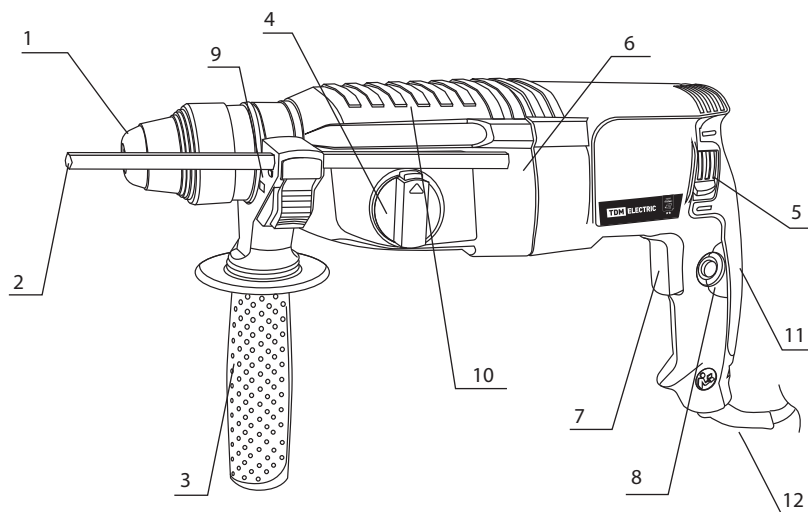

Рисунок 1. Органы управления и индикации
механизму посредством специального подшипника с качающейся наружной обоймой. Рабочий инструмент (бур, пика и др.) устанавливается и фиксируется в патроне SDS-Plus 1 (рисунок 1) с помощью хвостовика специальной формы типа SDS-Plus.
Включение перфоратора осуществляется нажатием на клавишу 7 (рисунок 1) выключателя. Кнопка 8 (рисунок 1) обеспечивает фиксацию выключателя в положении «Включено».
6.3.2. Переключение режимов работы осуществляется с помощью переключателя 4 (рисунок 1). Для выбора режима работы, необходимо нажать на кнопку с торца и повернуть переключатель 4 (рисунок 1).
нения усилия нажатия на клавишу 7 выключателя (рисунок 1). Изменять величину оборотов можно при работающем двигателе.
6.4.2. Перфоратор также имеет возможность изменения направления вращения инструмента на противоположное с помощью переключателя 5 (рисунок 1).
Бур с хвостовиком типа SDS-Plus вставить в отверстие патрона без усилия и слегка провернуть вокруг своей оси так, чтобы шлицы совпали с пазами хвостовика, (инструмент «западет» на 1...2 мм), затем вставить бур до упора. Специальный механизм предотвращает самопроизвольное выпадение бура из патрона. Для удаления бура наружный стакан патрона 1 (рисунок 1) отвести назад до упора, вынуть инструмент.
С помощью ограничителя глубины обработки 2 (рисунок 1) можно установить требуемую глубину сверления. Для этого ослабьте флажок фиксатора, нажав на кнопку 2 (рисунок 1), выставьте требуемый размер обработки (расстояние от вершины сверла/бура до конца ограничителя) и отпустите кнопку для фиксации глубиномера.
7.1.2. Установите, если необходимо, и надежно закрепите дополнительную рукоятку 3 (рисунок 1). Установите и надежно закрепите нужный сменный инструмент в патрон (см. подраздел 6.6. Установка сменного инструмента).
7.1.3. Убедитесь, что перфоратор выключен. Для этого нажмите до упора и отпустите клавишу выключателя 7 (рисунок 1).
7.2.1. Включение. Установите переключатель реверса **5** (рисунок 1) в нужное для конкретной работы положение, подключите вилку электрического кабеля к электрической сети, нажмите, плавно увеличивая усилие, на клавишу выключателя **7** (рисунок 1). Перфоратор включится, причем обороты двигателя будут расти по мере утапливания клавиши, режим работы с низкими оборотами и, следовательно, с пониженной мощностью двигателя, является кратковременным. Для продолжительной работы на максимальных оборотах можно зафиксировать включение, для чего необходимо после набора оборотов нажать и удерживать кнопку фиксатора **8** (рисунок 1), теперь клавишу выключателя, а затем и
7.2.2. Выключение. Просто отпустите клавишу выключателя **7** (рисунок 1) или нажмите и отпустите ее, если предварительно была нажата кнопка фиксатора **8** (рисунок 1).
8.1. Установите сменный инструмент. Проверьте правильность и надежность его закрепления. Очистите хвостовик бура и нанесите смазку для буров перед его установкой (примерно 0.5-1 г). Такая смазка хвостовика и патрона **1** (рисунок 1) обеспечивает равномерный износ и увеличивает срок службы инструмента и оснастки. Вставьте бур в патрон **1** (рисунок 1) инструмента. Поверните бур и протолкните его, пока он не зафиксируется. После установки всегда проверяйте надежность закрепления бура на месте, попытавшись вытащить его из патрона. Чтобы удалить бур из перфоратора, нажмите вниз на крышку патрона **1** (рисунок 1) и вытащите бур.
8.2. Установите дополнительную рукоятку **3** (рисунок 1). После этого затяните рукоятку путем поворота по часовой стрелке в желаемое положение. Возможна установка в любом положении при вращении на 360° вокруг корпуса инструмента. Для снятия боковой рукоятки **3** (рисунок 1) ослабьте крепление поворотом против часовой стрелки.
Глубиномер **2** (рисунок 1) удобен при сверлении/бурении отверстий одинаковой глубины. Нажмите на кнопку фиксации на рукоятке **9** (рисунок 1) и вставьте глубиномер **2** (рисунок 1) в отверстие рукоятки. Отрегулируйте глубиномер на желаемую глубину и отпустите кнопку блокировки.
Данный инструмент имеет реверсивный переключатель **5** (рисунок 1) направления вращения. Для изменения направления вращения переведите рычаг реверсивного переключателя **5** (рисунок 1) в нижнее положение для вращения по часовой стрелке или в верхнее положение для вращения против часовой стрелки.
ВНИМАНИЕ! Перед работой с перфоратором всегда проверяйте направление вращения. Пользуйтесь реверсивным переключателем **5 (рисунок 1) только после полной остановки инструмента. Изменение направления вращения до полной остановки инструмента может привести к его повреждению.**